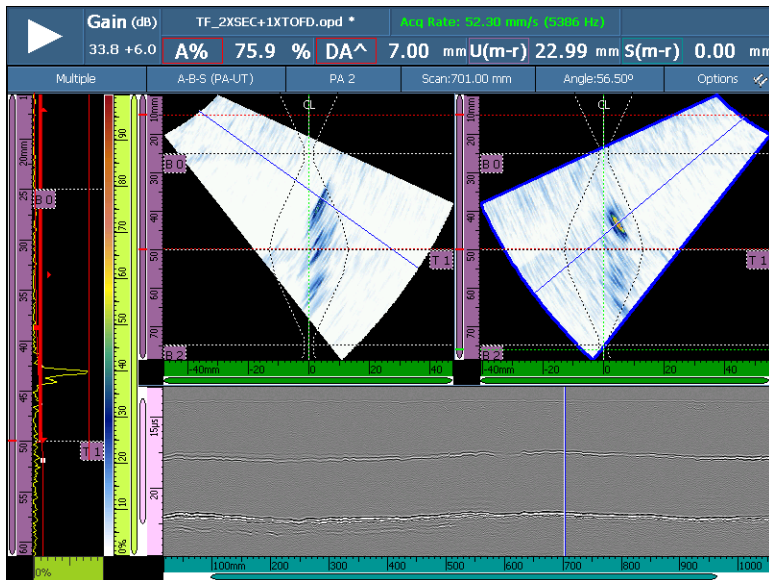

Рис. 6-2 Пример экранной схемы PA-UT Weld (A-B-S)
- (1) При необходимости, введите соответствующие номера элементов в параметры **Генератор** и **Приемник.**
- (2) Нажмите **Далее.**
8. Выберите соответствующую экранную схему в разделе **Схемы строки заголовка** (см. Рис. 6-2 на стр. 163).